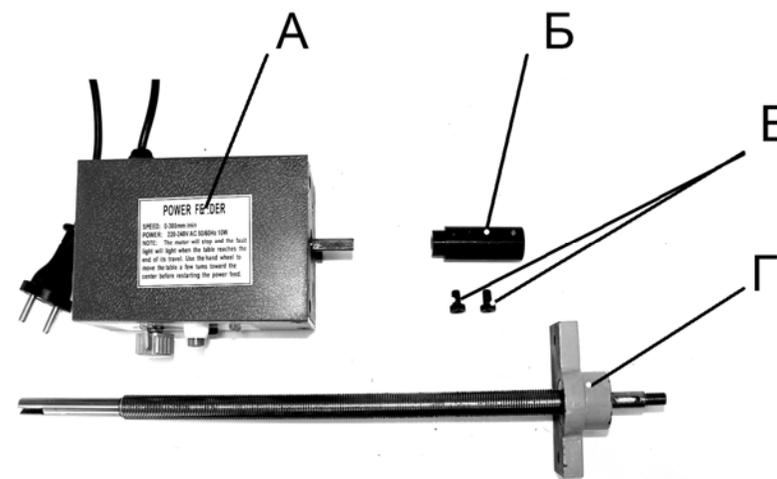

Рис. 1
3. КОМПЛЕКТНОСТЬ (Рис. 1)
В комплект поставки входит (Рис.1):
- При необходимости двигайте муфту (12) по пазу ходового винта (8).
- 5.13. Закрепите панель двигателя (2) на рабочем столе станка винтами (5), Рис. 1. Еще раз проверьте плавность движения ходового винта с помощью маховика (6).